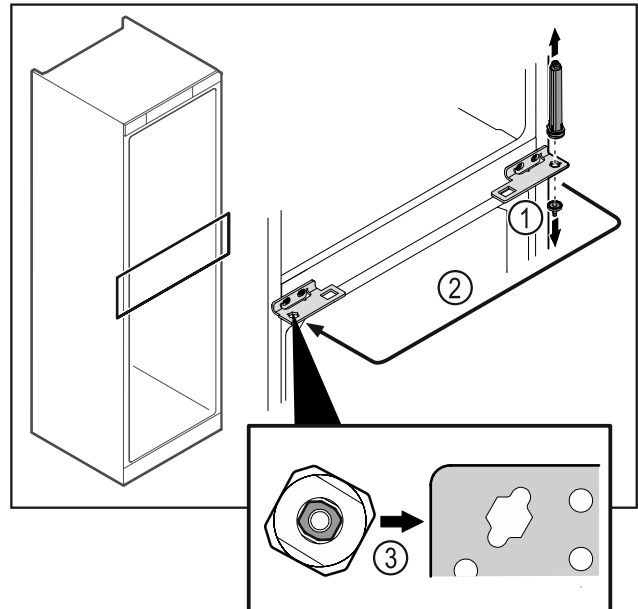

Fig. 49
- Odšroubujte čep závěsu Fig. 49 (1).
- Přesaďte uzavírací systém dvířek Fig. 49 (2).
- Při nasazování dbejte na správné vyrovnaní uzavíracího systému dvířek Fig. 49 (3).